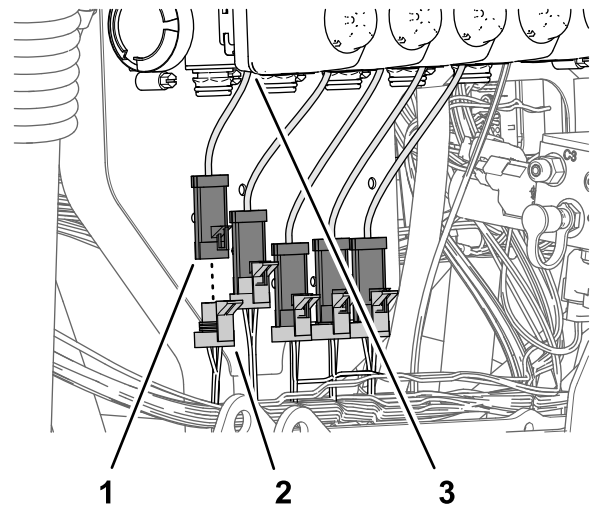

Figura 116
2. Ligue o conector de três tomadas (Figura 116) da secção com 89 cm da cablagem do kit rotulado VÁLVULA DO BICO 1 (nozzle valve 1) no
3. Ligue o conector de três tomadas (Figura 116) da secção com 89 cm da cablagem do kit rotulado VÁLVULA DO BICO 2 (nozzle valve 2) no conector de três pinos do atuador da válvula (posição 2).
4. Ligue os restantes conectores de três tomadas da secção com 89 cm da cablagem do kit no conector de três pinos dos atuadores da válvula (Figura 116).